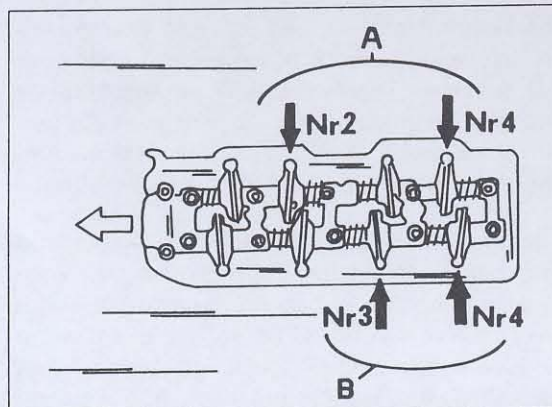

Bild 77
- Motor um eine Umdrehung durchdrehen, bis die Ventile des vierten Zylinders geschlossen sind und der Kolben dieses Zylinders auf dem oberen Totpunkt steht. In dieser Motorstellung alle Ventile "A" (Auslassventile) und Ventile "B" (Einlassventile) in Bild 77 in der oben beschriebenen Weise einstellen.